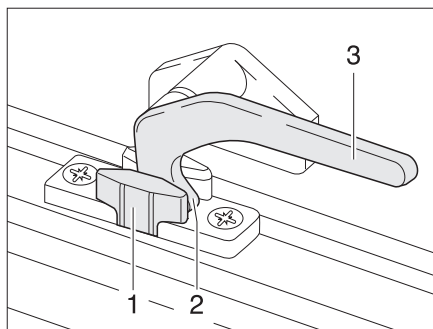

Fig. 78 Leva di serraggio in posizione "Aerazione continua"
- In posizione di "Aerazione continua" (Fig. 78)
- Ruotare la leva di serraggio (Fig. 78,3) di un quarto di giro verso il centro della finestra.
- Ruotare la leva di serraggio di un quarto di giro verso il telaio della finestra. Riportare contemporaneamente il nasello di chiusura (Fig. 78,2) nella rientranza della chiusura della finestra (Fig. 78,1).